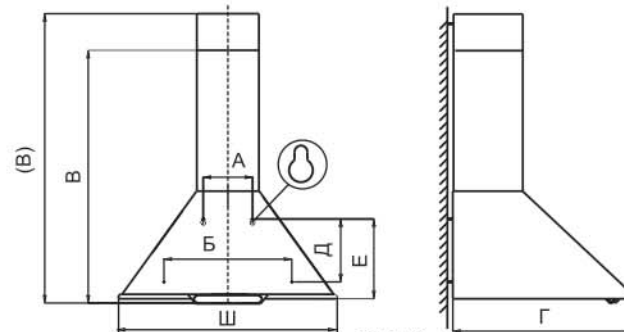

РИС. 2
6.1 Крепление вытяжного зонта (рис.2):